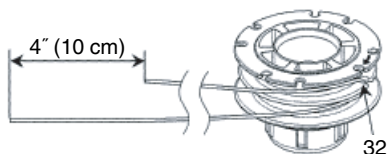

Fig. 38
(2) Après avoir retiré le boîtier, extrayez la bobine et jetez le fil restant.
(3) Pliez le nouveau fil nylon inégalement en deux comme dans l'illustration.
Accrochez le bout en U du fil nylon dans la rainure (32) du séparateur central de la bobine. Enroulez les deux moitiés du fil sur la bobine dans le même sens en gardant chaque moitié de son côté du séparateur. (Fig. 38)